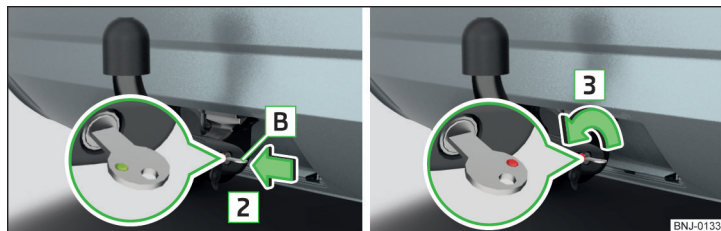

Bild 159 Stick in nyckeln i låset/lås upp låset
- Stick in nyckeln **B** i låset i pilens riktning **2** så att den gröna markeringen pekar uppåt » bild 159.